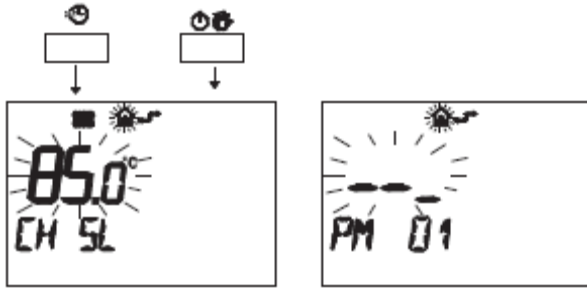

рис. 5.52
- Нажмите одновременно кнопки и , чтобы войти в режим программирования, см. рис. 5.52